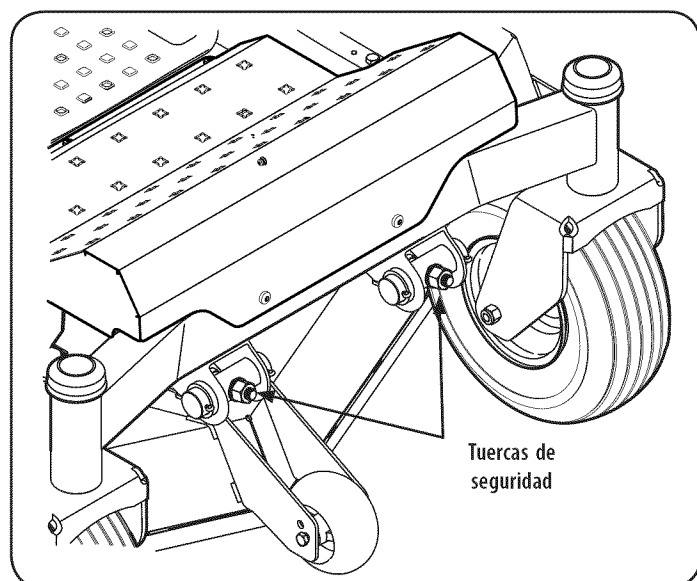

Figura 30
5. Con una llave, levante o baje la parte delantera de la cubierta girando la tuerca de seguridad en la barra de elevación de la plataforma delantera y fíjela con las tuercas de bloqueo traseras.. Vea la Figura 30.